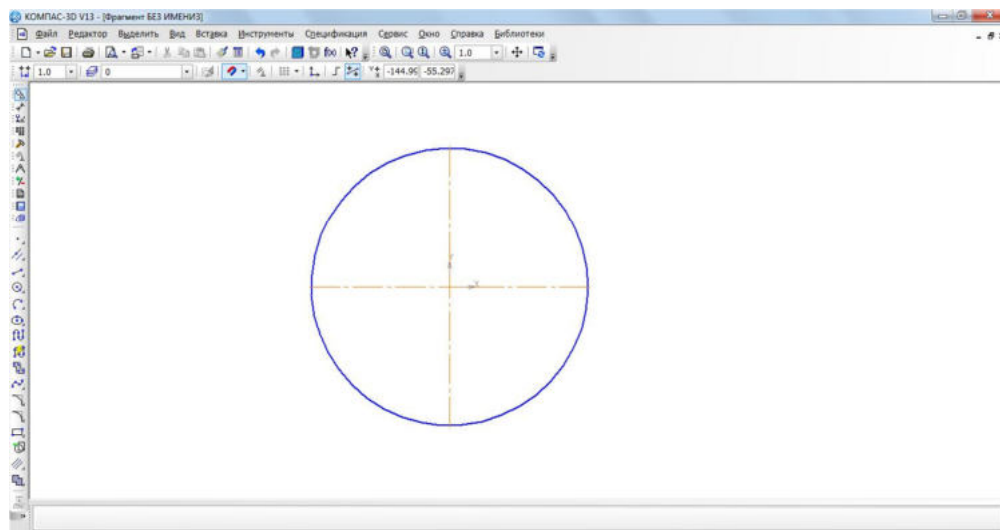

Рис. 4. Построение окружности
- ☐ проверьте правильность построения (рис. 4);